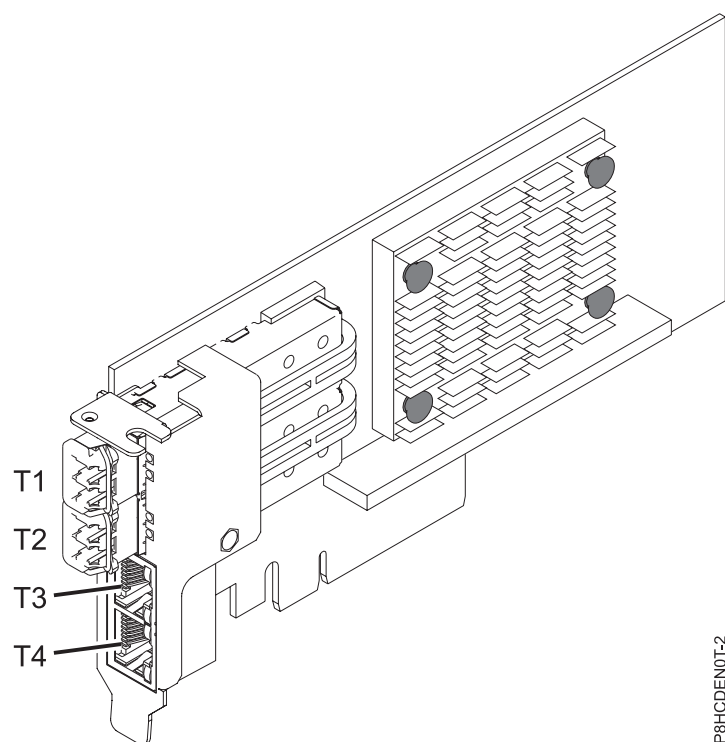

図 31. FC EN0T アダプター
この 4 ポート・アダプターは、2 個の 10 Gb スモール・フォーム・ファクター・プラグ可能 (SFP+) 光 SR トランシーバー・ポートと 2 個の 1 Gb RJ45 イーサネット・ポートを提供します。2 個の 10 Gb SR ポートは、リトル・コネクタ (LC) 二重タイプ・コネクタを備えています。光トランシーバーは、短波レーザー光学を使用し、LC コネクタ付きの MMF-850nm ファイバー・ケーブルで接続されます。光ケーブルについて詳しくは、43 ページの『ケーブル』を参照してください。各 10 Gb ポートは公称データ速度 10 Gbps (G ビット/秒) のイーサネット接続を提供します。42 ページの図 31 は、FC EN0T アダプターを示しています。